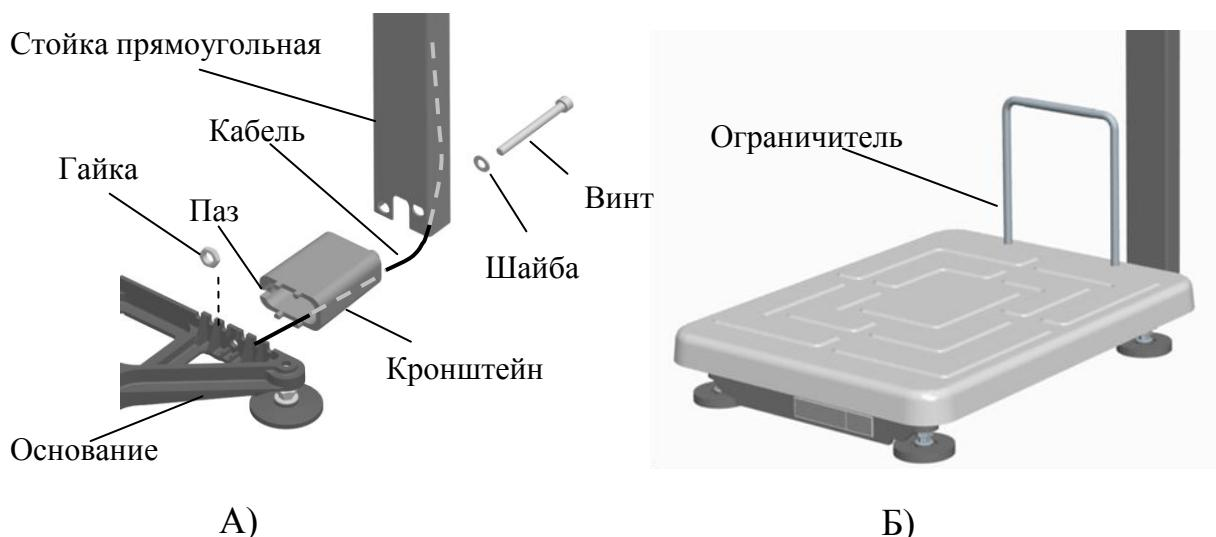

Рисунок 3 – Установка прямоугольной стойки с ограничителем
3.2.1.3 Наденьте на винт M8 шайбу 8. Установите кронштейн в специальные отверстия в основании модуля и закрепите через него стойку к основанию, вставив винт в отверстие стойки и стянув его гайкой, как показано на рис. 3А.
3.2.1.5 Установите ограничитель в специальные отверстия в грузоприемной платформе (рис. 3Б).